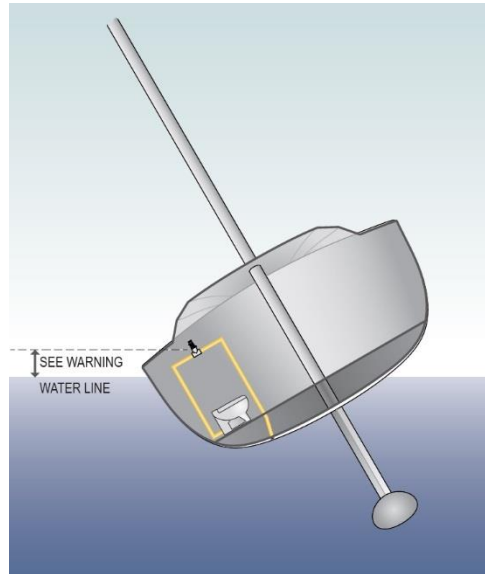

Abb. 2
**ACHTUNG:** Bei der Berechnung der in Erwägung gezogenen Wasserlinie müssen die verschiedenen Schwimmlagen während der Navigation berücksichtigt werden. Siehe Beispiel Abb. 2